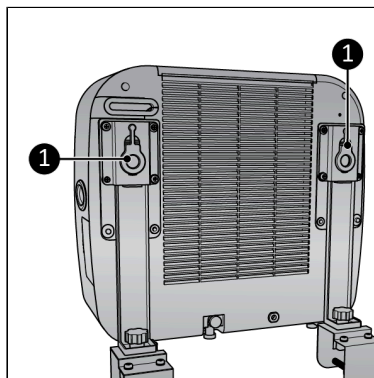

Figura 75.
I ganci in gomma (Figura 75, pos. 1) possono essere utilizzati per montare le staffe superiori del caravan sull'unità interna.